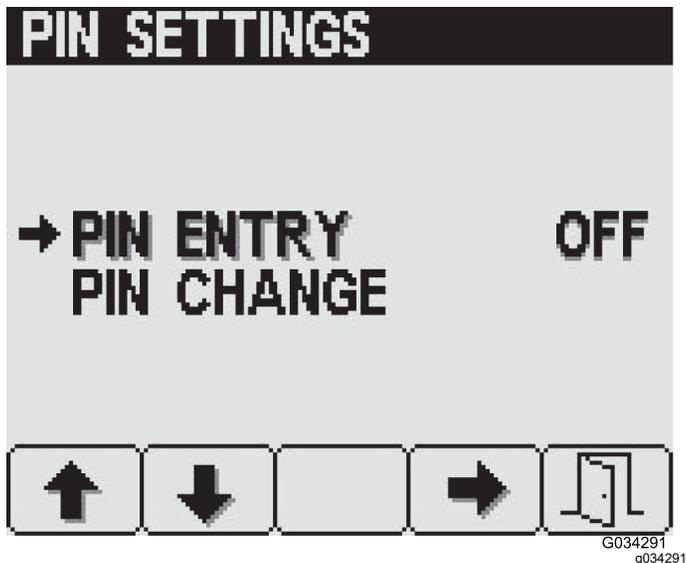

Figure 25
- Appuyez sur le bouton 1 ou 2 pour sélectionner l'option SAISIE DU CODE PIN (Figure 25).
- Appuyez sur le bouton 4 pour ACTIVER ou DÉACTIVER la saisie obligatoire du code PIN (Figure 25).